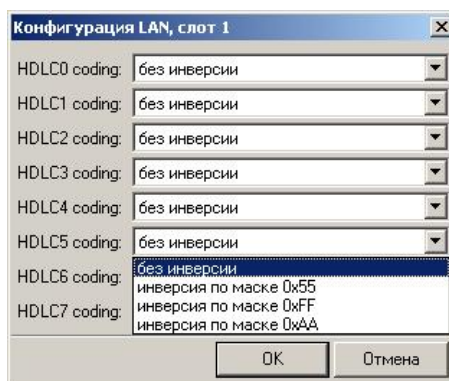

Рисунок 13
- выбрать из контекстного меню пункт «конфигурация платы», после чего появится окно параметров платы LAN (рис. 13);